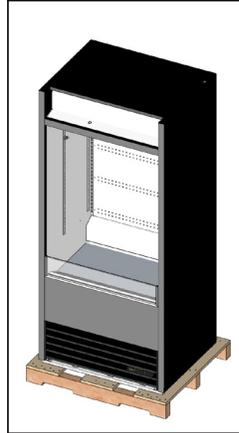

Fig. 1. Retire el embalaje exterior.
1. Retire el empaque externo (cartón y envoltura de burbujas o bordes de poliestireno extruido y plástico transparente). Consulte la fig. 1. Inspeccione en búsqueda de daños ocultos. **De nuevo, si hay daños, presente inmediatamente un reclamo a la compañía de transporte**